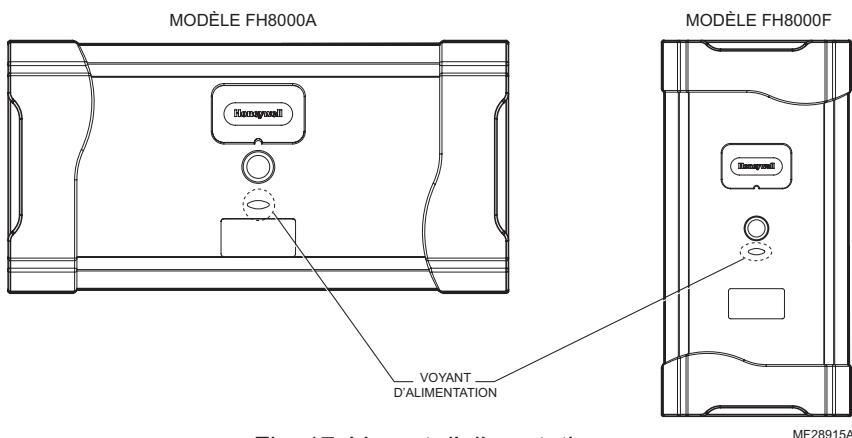

Fig. 17. Voyant d'alimentation.
- Le voyant d'alimentation sous l'interrupteur d'alimentation de l'épurateur d'air amélioré de Honeywell s'allume (voir Fig. 17).
L'épurateur d'air amélioré de Honeywell est muni d'un voyant d'alimentation situé sur la porte (Fig. 17 page 19). Ce voyant s'allume lorsque la porte de l'épurateur d'air amélioré de Honeywell est installé, lorsque l'interrupteur d'alimentation est sur marche ET que la soufflante du générateur d'air chaud ou de l'unité de traitement de l'air fonctionne et (pour les modèles FH8000A) que le débit d'air est détecté. Si le voyant ne s'allume pas, suivre les étapes de dépannage ci-dessous.